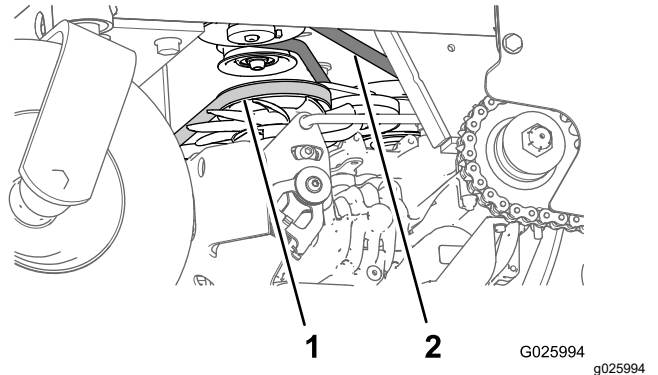

Figure 59
3. Contrôlez l'état et la tension de la courroie d'entraînement de la pompe auxiliaire (Figure 59).
4. Contrôlez l'état de la courroie d'entraînement de transmission (Figure 59).